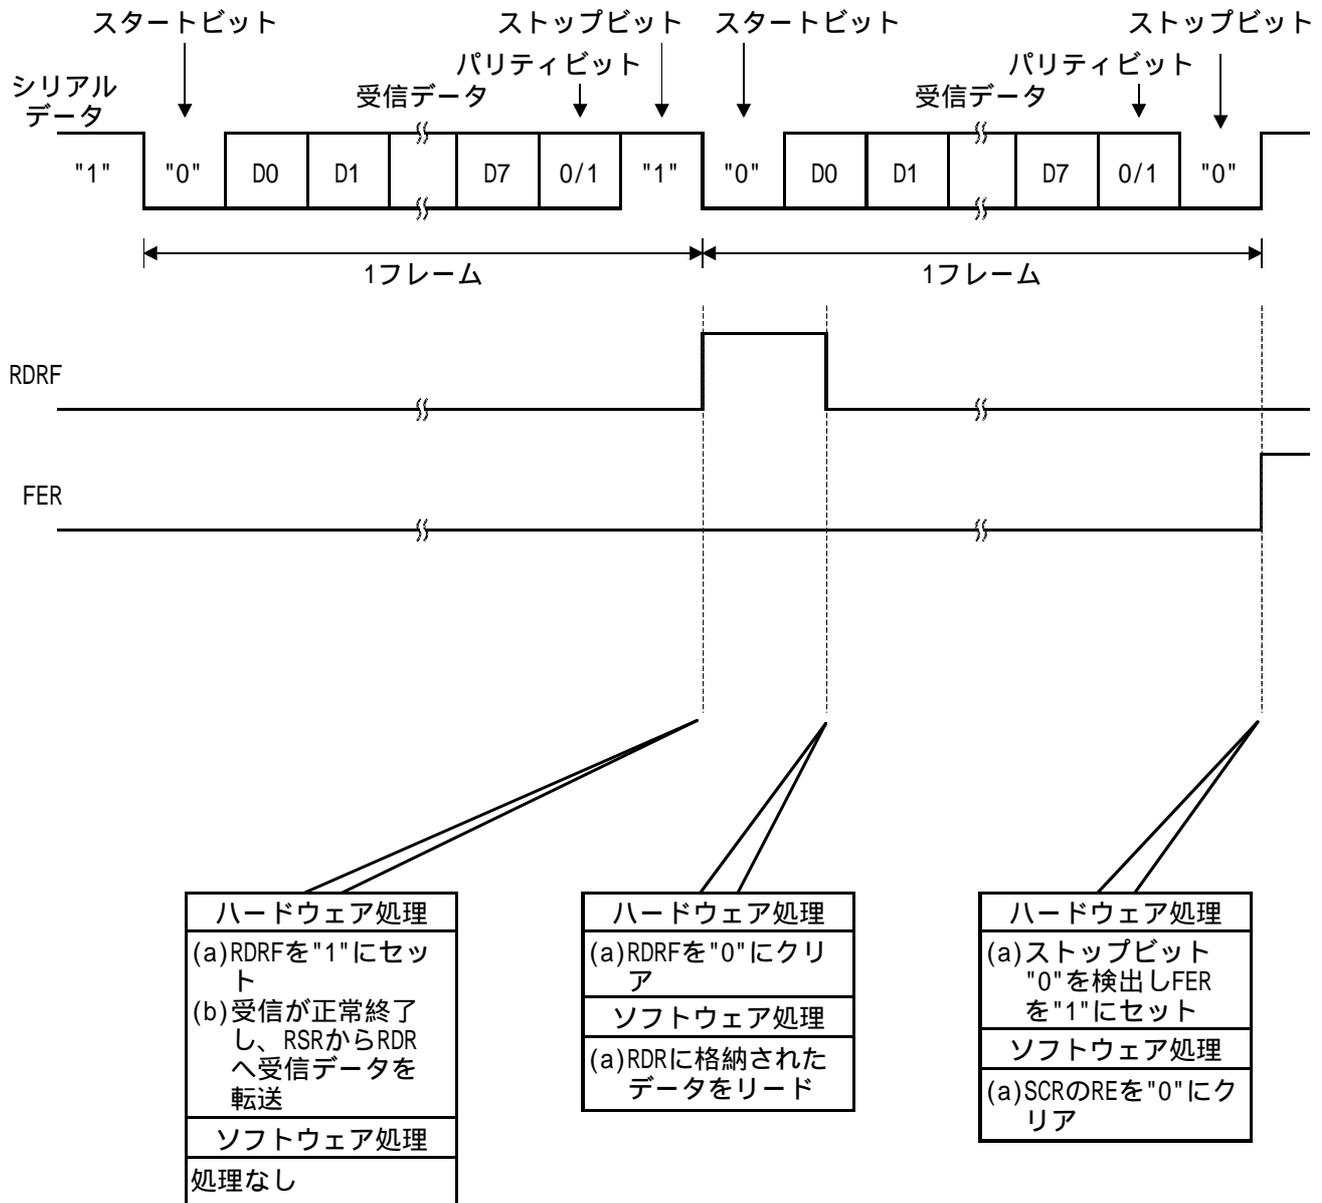

図4 調歩同期式シリアルデータ受信の動作原理
(1) 図4に動作原理を示します。図4に示すようなハードウェア処理、およびソフトウェア処理により調歩同期式シリアルデータ受信を行ないます。